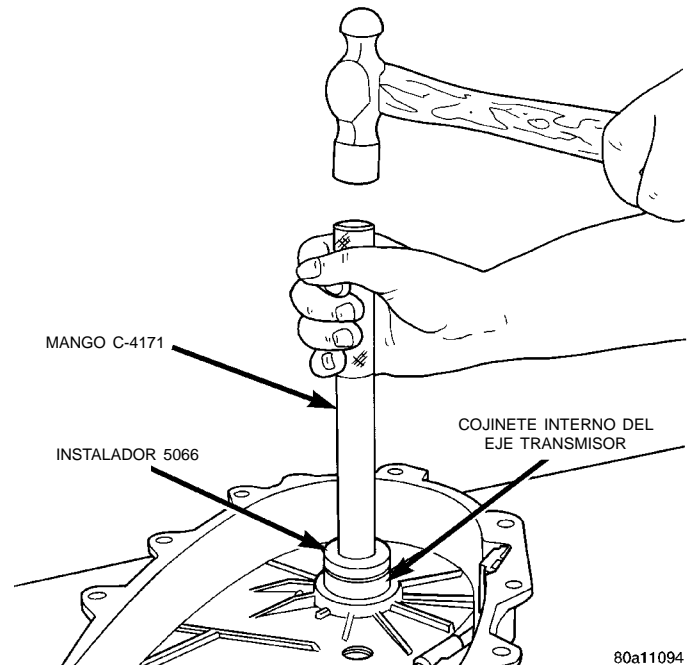

Fig. 58 Instalación del cojinete trasero del eje transmisor delantero
(13) Instale el nuevo cojinete con el Mango C-4171 y el Instalador 5066 (Fig. 58). Lubrique el cojinete después de la instalación.